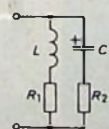

Bild 2. Einfache Frequenzweiche mit 6 dB Übergangsdämpfung je Oktave
Bild 2 zeigt die einfachste Form einer Frequenzweiche. Die Wechselstrom-
den Batteriespannung ausgewählt werden, dürfte eine wesentliche Erhöhung des Spitzenstromes zur Zerstörung der Transistoren führen. Diese Gefährdung der Endstufen-Transistoren ist aber zu vermeiden, wenn die in der folgenden Darstellung aufgeführte Dimensionierungsregel beachtet wird. Wählt man beide Lautsprecher mit gleichen Widerstandswerten, ist also $R_1 = R_2 = R$, und erweitert man den Quotienten der Gl. (1) mit R , so ist der Gesamtwiderstand der Schaltung im Bild 2
In Gl. (2) eingesetzt, wird $\mathfrak{Z} = R$, das heißt, der Gesamtwiderstand der Schaltung im Bild 2 wird ohmsch, frequenzunabhängig und so groß wie der Einzelwiderstand R jedes Lautsprechers. Die Werte von L und C bestimmen nach der Thomsonschen